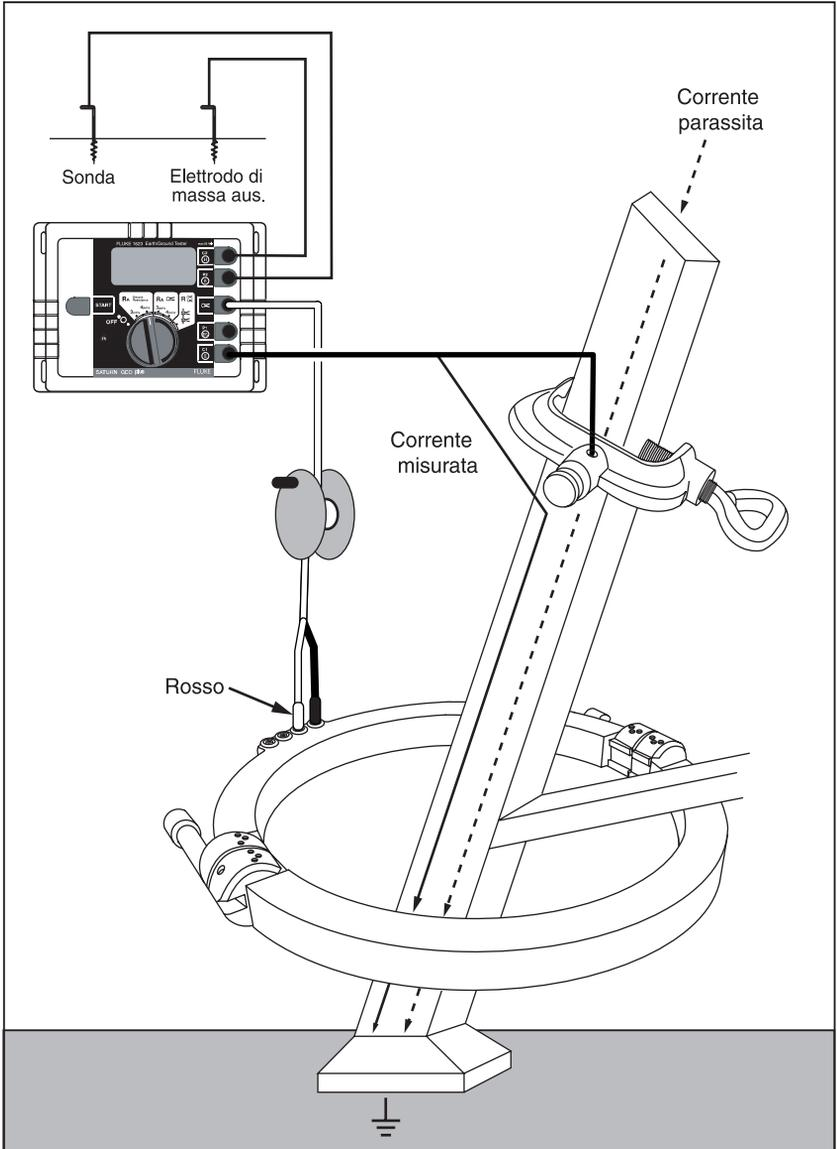

Figura 4. Impostazione delle misure di prova
1. Installare sul pilone la pinza di contatto e serrarne il fissaggio. A questo punto è possibile usare la pinza di contatto come punto di connessione del cavetto di prova dell'elettrodo di massa del tester. Vedere la Figura 4.
2. Collegare un cavetto di prova al connettore dell'elettrodo di massa del tester e alla pinza di contatto. Inserire il cavetto nel foro della pinza e fissarlo serrando la vite. Fare riferimento alla Figura 4.